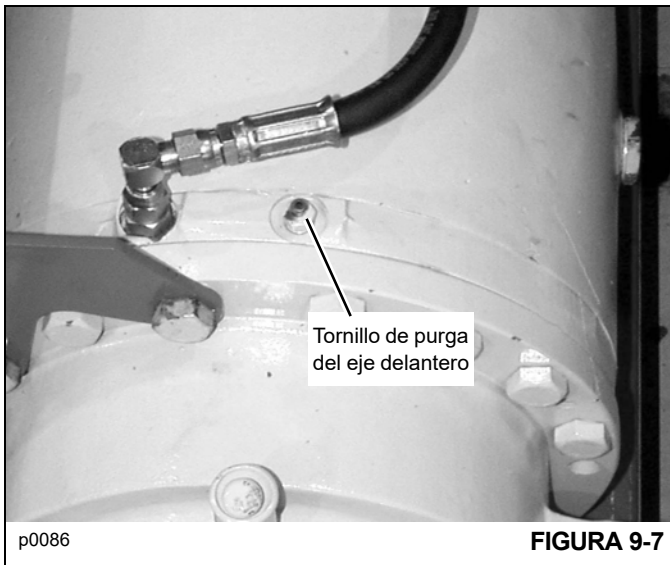

FIGURA 9-7
2. Conecte un tubo a uno de los tornillos de purga de las ruedas (Figura 9-7), asegurándose que el extremo libre del tubo esté sumergido en el fluido contenido en un recipiente apropiado.